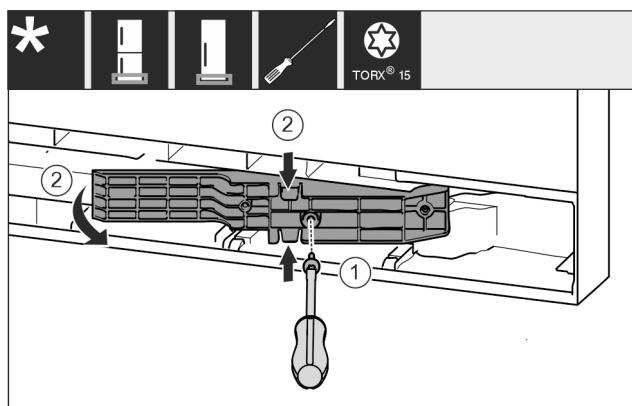

Fig. 18 *
- Šroubovákem T15 uvolněte šrouby. Fig. 18 (1)*
- Vytáhněte adaptér. Fig. 18 (2)*